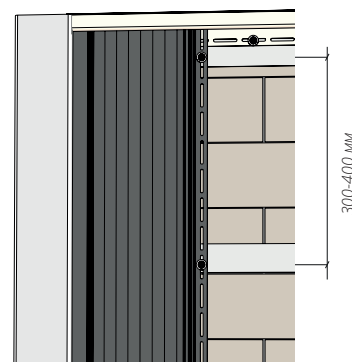

Рисунок 74
**15.2** Шаг крепления саморезов должен быть 300-400 мм (рис. 74).